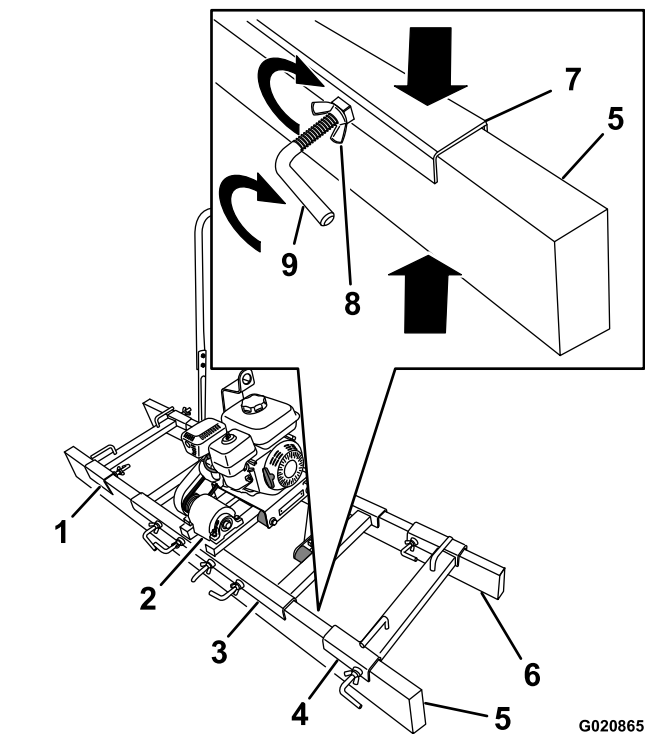

Figura 18
2. Eleve la parte delantera de la máquina 25 a 30 cm (10 a 12 pulgadas), y alinee la regla delantera con el perfil delantero del bastidor (Figura 18).
3. Alinee la regla con el perfil y centre la regla respecto a la máquina (Figura 18).
4. Apriete ligeramente los pernos en L del perfil delantero (Figura 18).
5. Eleve la parte trasera de la máquina 25 a 30 cm (10 a 12 pulgadas), y alinee la regla trasera con el perfil trasero del bastidor (Figura 18).
6. Alinee la regla con el perfil y centre la regla respecto a la máquina (Figura 18).
7. Sujete la regla a la máquina apretando todos los pernos en L y las tuercas de orejeta (Figura 18).
2. Alinee los perfiles del travesaño con las reglas y coloque el travesaño sobre las reglas (Figura 18).
4. Sujete el travesaño a las reglas con los pernos en L y las tuercas de orejeta (Figura 18).
2. Retire las tuercas de orejeta y los pernos en L que fijan los travesaños a las reglas, y retire los travesaños (Figura 18).
3. Eleve la parte trasera de la máquina 25 a 30 cm (10 a 12 pulgadas), y retire la regla trasera del perfil trasero del bastidor (Figura 18).
4. Retire las tuercas de orejeta y los pernos en L que fijan la regla trasera al perfil trasero del bastidor, y retire la regla (Figura 18).
5. Eleve la parte delantera de la máquina 25 a 30 cm (10 a 12 pulgadas), y retire la regla delantera del perfil delantero del bastidor (Figura 18).
6. Afloje las tuercas de orejeta y los pernos en L que sujetan la regla delantera al perfil delantero del bastidor, y retire la regla (Figura 18).